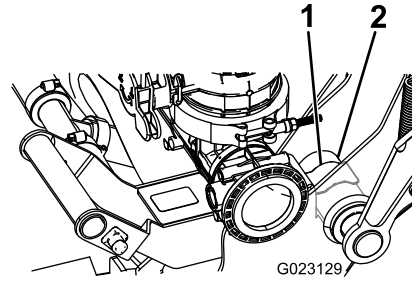

Figura 23
- D. Împingeți până ce clema arcului se prinde peste tubul pivotului, conform indicațiilor din Figura 23.